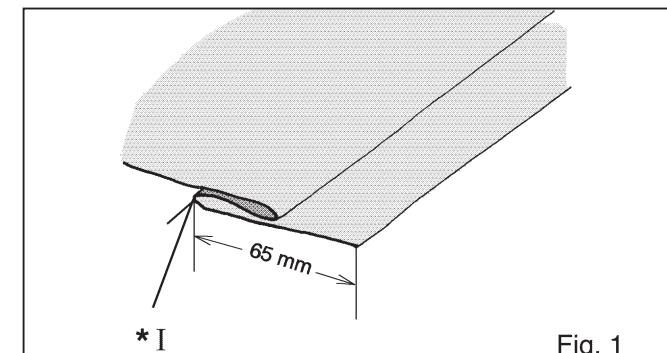

Fig. 1
1. Turn up the hem to the required depth and press. Fold the hem back against the 'right' side of the garment, creating a 'soft' fold on the 'wrong' side of the fabric – see Fig. 1.
1. Replier le tissu sur l'envers à la profondeur désirée pour l'ourlet et repasser le pli. Rabattre l'ourlet vers l'endroit du tissu en ne laissant dépasser qu'un faible bord du côté envers (Fig. 1).
Con el reverso del material hacia arriba hacer cuidadosamente el primer pliegue trayendo el resto del material de la izquierda para hacer un segundo pliegue o doblado en la parte superior cerca del borde del material (Ver Fig. 1).
Zie Fig. 1,